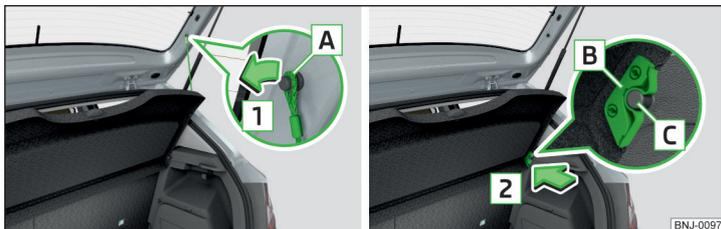

Fig. 100 Retirez la plage arrière du coffre
Si les sangles **A** » fig. 100 sont accrochées au capot du coffre à bagages, la plage arrière du coffre (ci-après uniquement plage arrière) s'ouvre en même temps que le capot.
- Débranchez les sangles **A** des deux côtés du capot du coffre à bagages dans le sens de la flèche **1** » fig. 100.
- Placez les logements **B** de la tablette sur les boulons **C** du revêtement latéral » fig. 100.
- Les logements **B** de la tablette doivent reposer entièrement sur les boulons **C** du revêtement latéral » fig. 100.
Sur la partie avant, les logements [B] » fig. 100 à la page 90 de la tablette doivent s'enclencher complètement dans les boulons du revêtement latéral. Sur la partie arrière, la tablette doit être correctement fixée des deux côtés sous l'enclenchement.